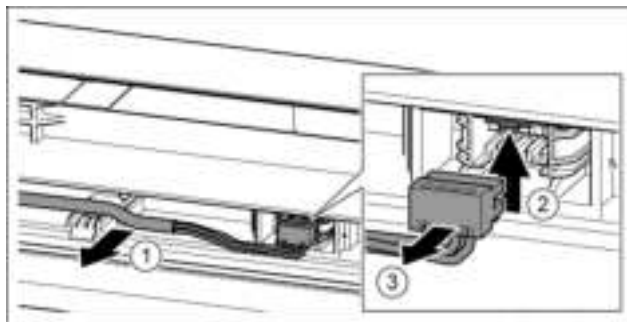

Fig. 19
- ▶ Grijs kabel voorzichtig uit de geleiding in de deur losmaken. *Fig. 19 (1)*
- ▶ Las naar boven duwen. *Fig. 19 (2)*
- ▶ Stekker voorzichtig eruit trekken. *Fig. 19 (3)*